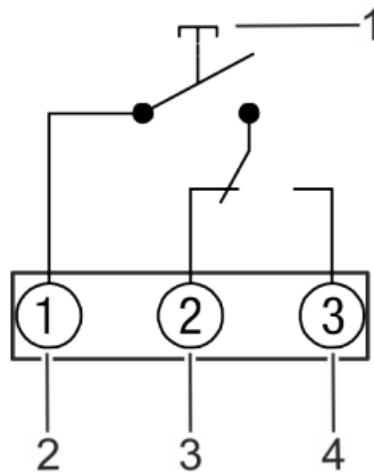

Abb. 3: Anschlussplan
5. Die Anschlussleitungen anhand des Anschlussplans (Abb. 3) in die entsprechende Klemme einführen und festdrehen.
6. Die Anschlussleitungen anhand des Anschlussplans (Abb. 3) in die entsprechende Klemme einführen und festdrehen.